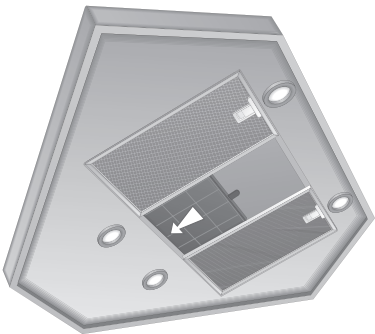

Fig. 3
- Dégager le groupe lumière (Fig.3)